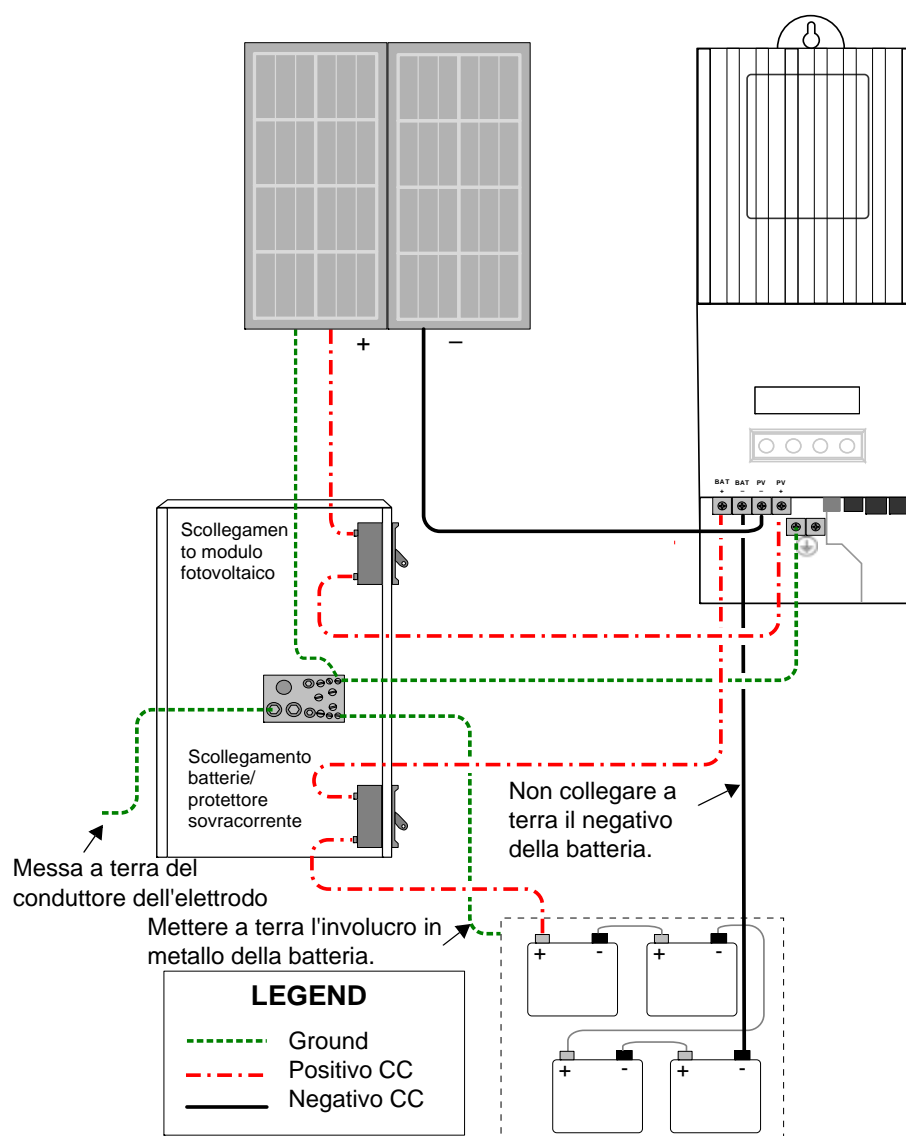

Figura 2-9 XW SCC Cablaggio
La procedura seguente viene illustrata alla Figura 2-9.
Non collegare a terra il negativo della batteria. Mettendo a terra il negativo della batteria verrà disabilitata la protezione contro guasto di terra. Vedere Figura 2-9 per il corretto collegamento del negativo della batterie.
2. Collegare a terra l'XW SCC. Collegare un conduttore a massa tra un capocorda di terra dell'XW SCC ed il sistema di terra (come indicato in Figura 2-9).